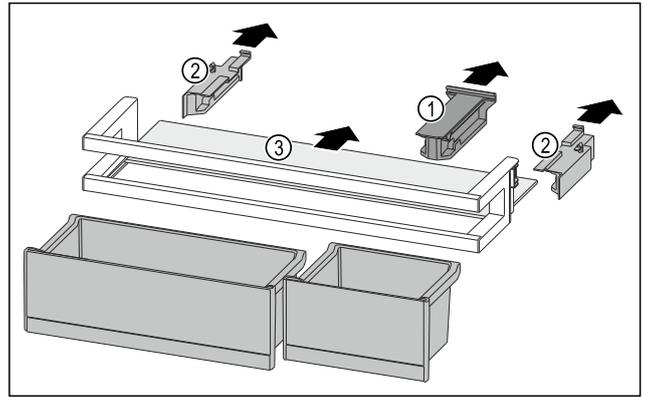

Fig. 119
- ▶ Витягніть кріпильний елемент Fig. 119 (1).
- ▶ Витягніть бічні елементи Fig. 119 (2).
- ▶ Дістаньте полицю Fig. 119 (3).